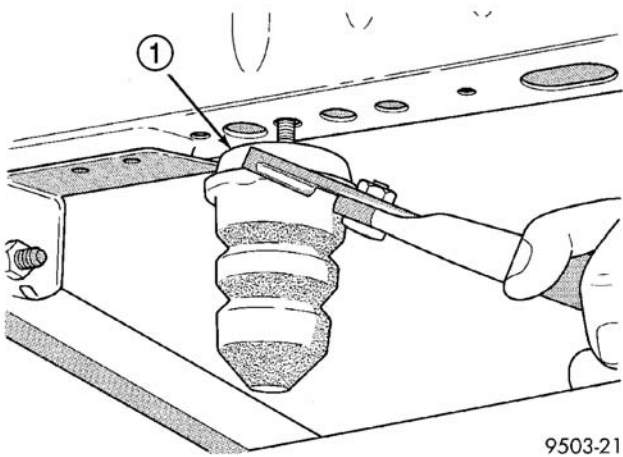

图 20 缓冲块
- （15）将轮速传感器安装到轮毂 / 轴承和接头上。安装轮速传感器连接螺栓（图 20），并紧固至 12 N·m（105in.lbs.）扭矩。
- （1）使用鲤鱼钳夹住缓冲块底部。逆时针方向旋转底部（图 20）。